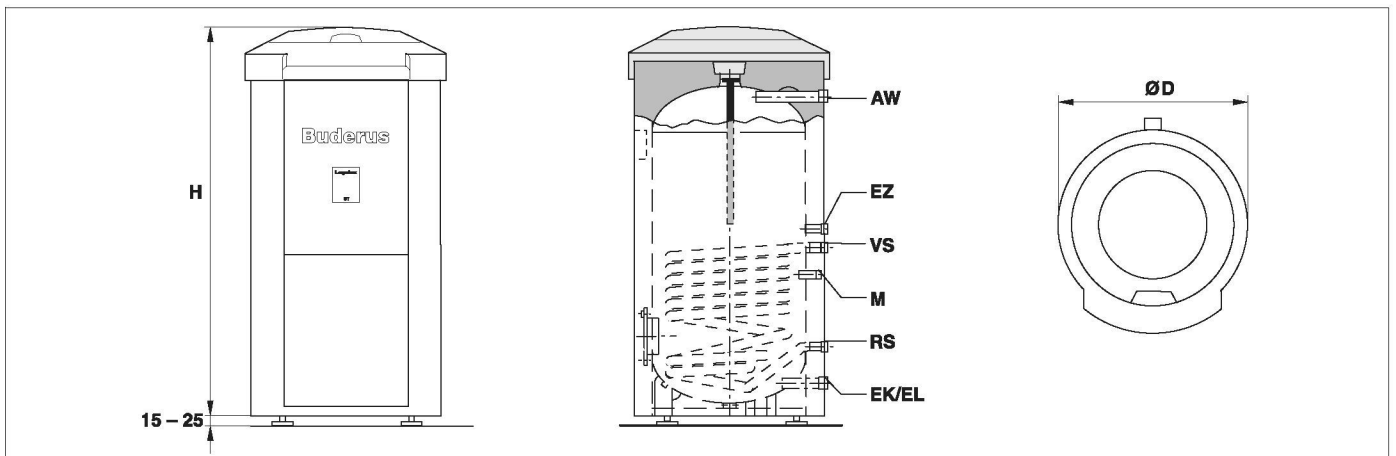

Рис. 2 Размеры и подключения (приведены в мм)
- Приварная гильза для установки температурного датчика горячей воды (рис. 2, стр. 7, **М**)
Через гладкотрубный теплообменник (рис. 2, стр. 7) происходит теплопередача энергии воды греющего контура воде для контура ГВС в баке-водонагревателе. Температура равномерно распределена по всему объему бака.